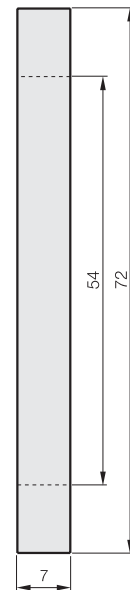

Fig. 3
**BML-M20-I40-A0-M072/054-R0** (Fig. 3)